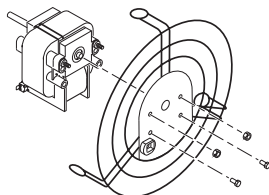

Figure 12 - Retrait ou installation de la grille de protection du moteur
4. Retirez les deux écrous et deux vis qui fixent la grille de protection du ventilateur au moteur avec un tourne-écrou. Retirez la grille de protection du ventilateur du moteur (voir figure 12).